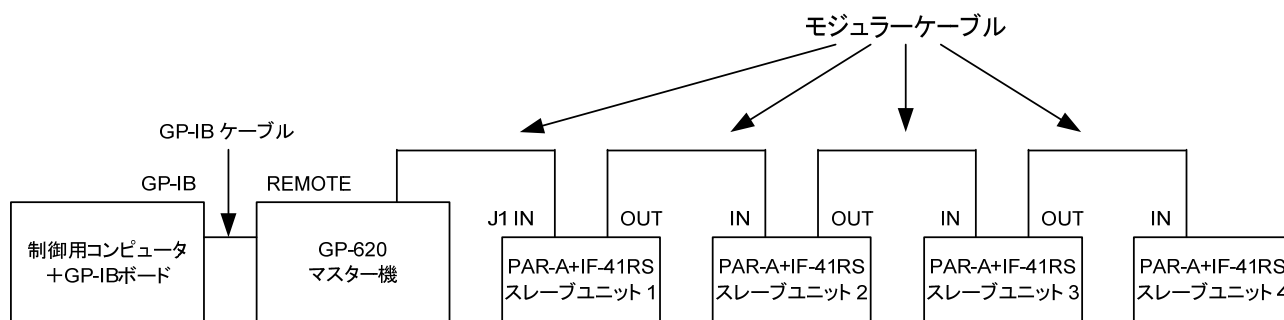

Fig.15 GP-620 を使用したリモートコントロール
- ・ GP-620(当社製品 GP-IB アダプタ)を使用して、GP-IB によるコントロールが可能です。Fig.15 のように接続し、PAR-A 電源(IF-41RS 搭載)を 4 台制御できます。コンピュータと GP-620 の接続、設定については GP-620 の取扱説明書をご覧ください。